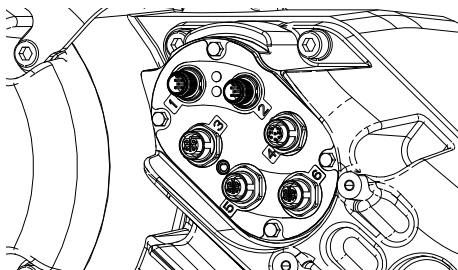

**Рис. 47: Провода внутри корпуса привода**
- a. В случае использования системы дозирования и нанесения с одиночной рамой без подогрева установите красный выключатель (AZ) в положение Выкл (OFF).
- b. В случае использования системы дозирования и нанесения с одиночной рамой с подогревом установите красный выключатель (AZ) в положение Выкл (OFF).
- c. В случае использования системы дозирования и нанесения с тандемной рамой без подогрева установите в положение Выкл (OFF) красный выключатель (AZ) на системе дозирования и нанесения на раме, из которой будет извлечен привод.
- d. В случае использования систем дозирования и нанесения с тандемной рамой с подогревом установите в положение Выкл (OFF) красный выключатель (AZ) на систем дозирования и нанесения на раме, из которой будет извлечен привод.
4. Отключение питания от привода (AB):
- a. Снимите крышку корпуса привода (HC).
- b. Отсоедините провода, расположенные внутри корпуса привода. См. Рис. 47.